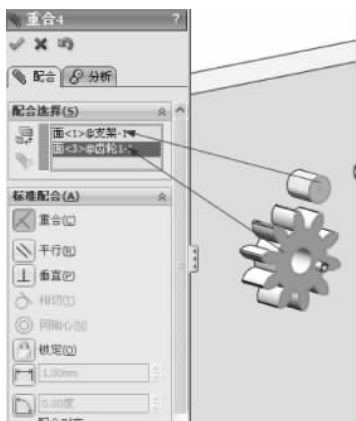

图 3-79 重合配合
(2) 单击【装配体】工具栏中的【配合】按钮,弹出【配合】的属性设置。在【标准配合】选项组下选择【重合】配合类型,单击【配合选择】选项组下的选择框,然后在图形区域中选择齿轮端面 and 轴的外端面,其他保持默认,如图 3-79 所示,单击【确定】